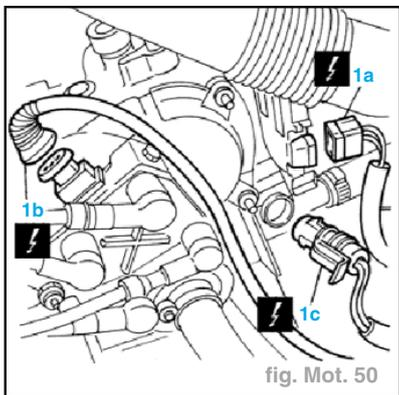

fig. Mot. 50
- Débrancher le connecteur électrique de l'actuateur du corps papillon (1a) et de l'alimentation des bobines (1b) ainsi que la sonde de température du liquide réfrigérant (1c) (fig. Mot. 50).